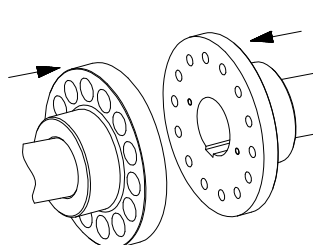

Рис. 12
- Установите полумуфты на валах ведущего и ведомого агрегатов таким образом, чтобы внутренне торцы полумуфт были заподлицо с торцами валов. (см. рис. 12).